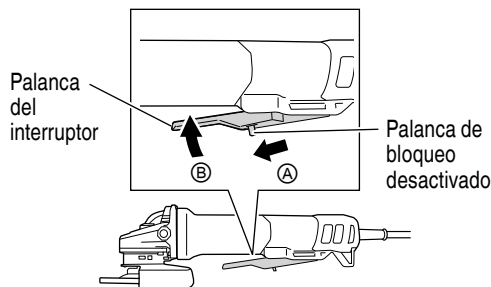

Fig. 3
- Conecte la alimentación de la amoladora. (Fig. 3)
Para activar, deslice la palanca de desbloqueo en la dirección **(A)** y presione la palanca del interruptor (2 ubicaciones) en la dirección **(B)** como se muestra en la Fig. 3. Suelte la palanca del interruptor para apagar.